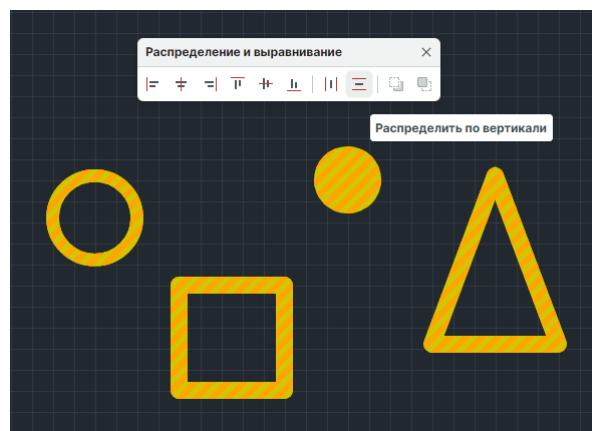

Рис. 320 Выбор инструмента
2. На панели «Распределение и выравнивание» выберите инструмент «Распределить по вертикали», который обозначен иконкой , см. Рис. 320.